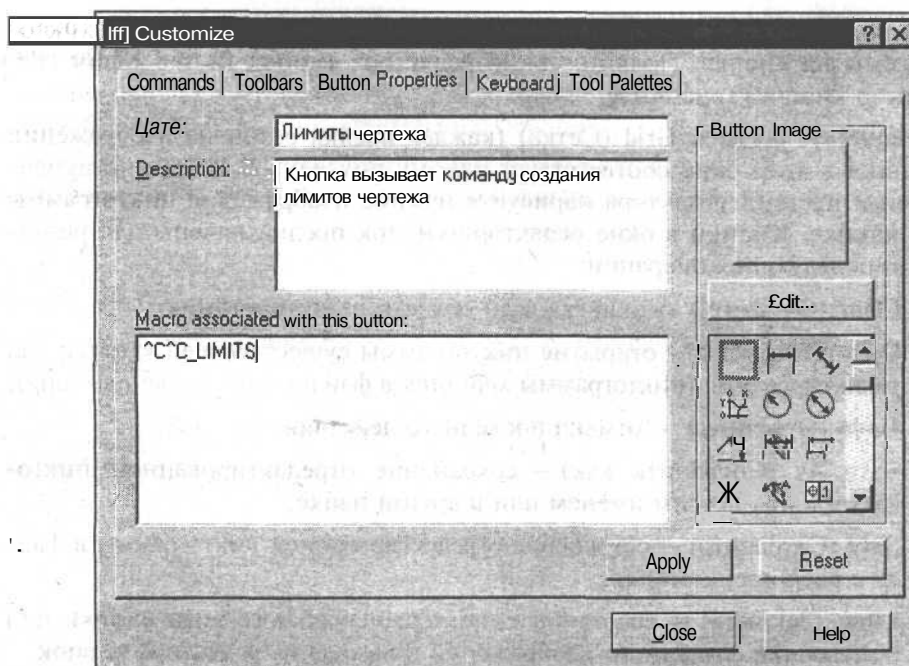

Рис. 4.10. Диалоговое окно **Customize** при настройке свойств пользовательской кнопки
7. При открытом диалоговом окне **Customize** (Адаптация) щелкните правой кнопкой мыши на пользовательской кнопке, перенесенной на панель инструментов. Появится контекстное меню (рис. 4.9), в котором выберите строку **Properties** (Свойства). Появится диалоговое окно **Customize** (Адаптация) на вкладке **Button Properties** (Свойства кнопки) (рис. 4.10).
8. В поле **Name** (Имя) введите имя кнопки, которое будет появляться во всплывающей подсказке. На рис. 4.10 все поля заполнены для команды задания лимитов чертежа.